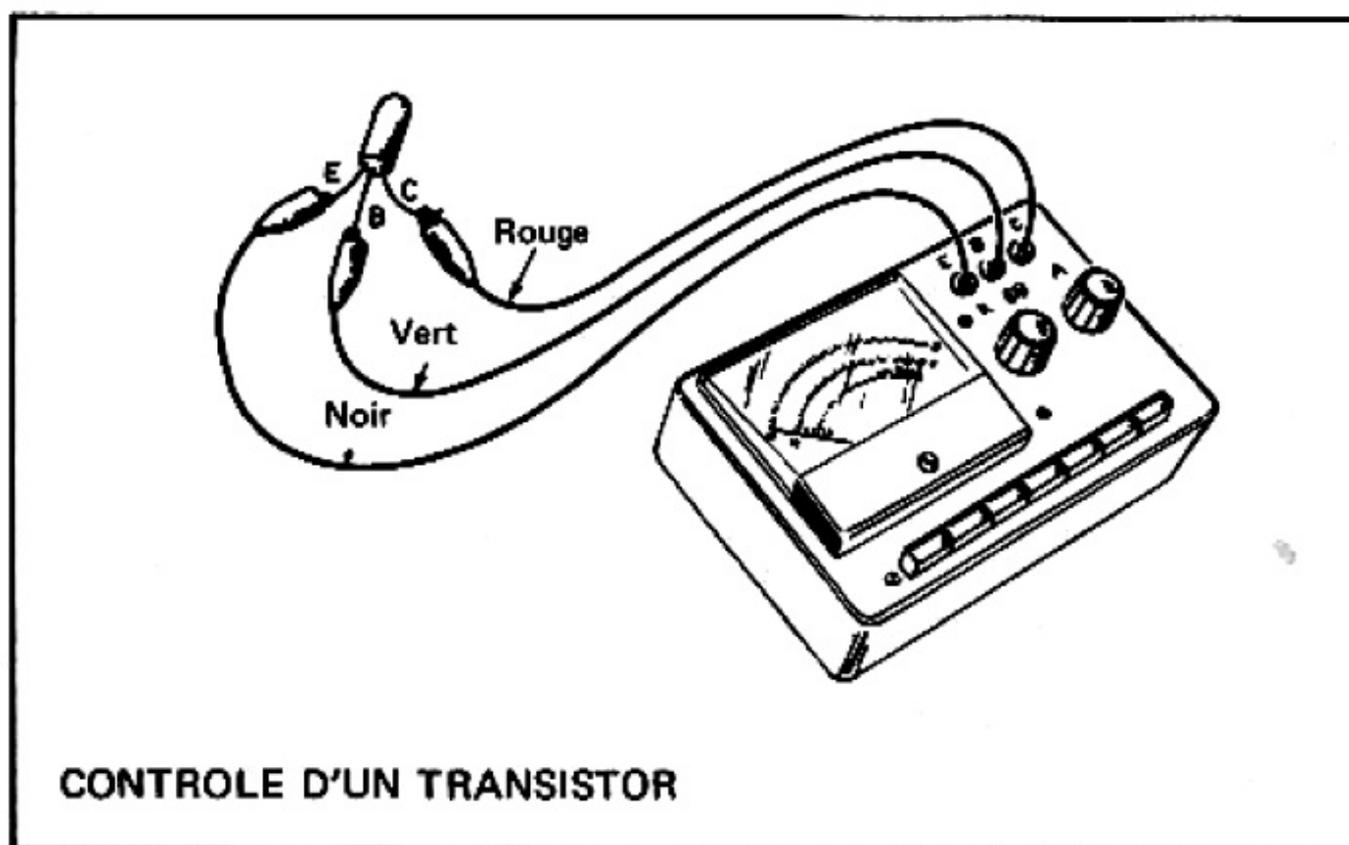

Figure 3
2) RELIEZ la pince crocodile NOIRE à l'EMETTEUR du transistor, la pince crocodile ROUGE au COLLECTEUR et la pince crocodile VERTE à la BASE (voir figure 3).